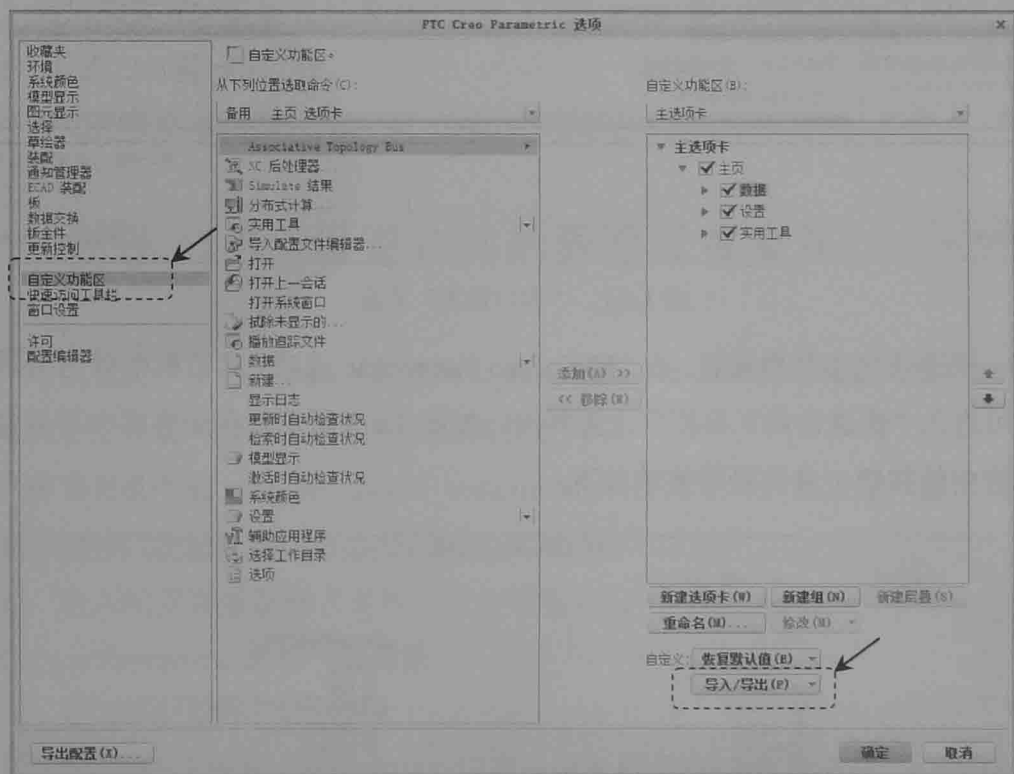

图 1.6.3 “自定义功能区”设置界面
(1) 在“PTC Creo Parametric 选项”对话框的从下列位置选取命令(C): 下拉列表中选择 **所有命令** 选项。
(2) 在命令区域中选择 **移除未显示的...** 选项, 然后单击 **添加(A) >>** 按钮。
(3) 单击对话框右侧的 **↓** 按钮和 **↑** 按钮, 可以调整添加的按钮在快速访问工具栏中的位置。
Step4. 功能区设置。在“PTC Creo Parametric 选项”对话框中单击 **自定义功能区** 区域, 即可进入“自定义功能区”设置界面。在此界面中可以设置功能区各选项卡中的按钮, 也可以创建新的用户选项卡, 如图 1.6.3 所示。